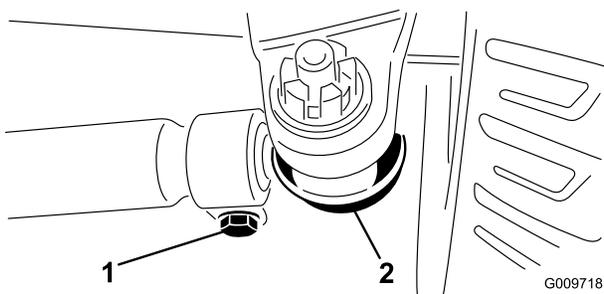

Figura 68
- Para ajustar, remova o contrapino e a porca de cada uma das rótulas da barra de ligação. Remova a junta da barra de ligação do suporte do eixo (Figura 68).
- Desaperte as abraçadeiras que estão em ambas as extremidades das barras de ligação (Figura 68).